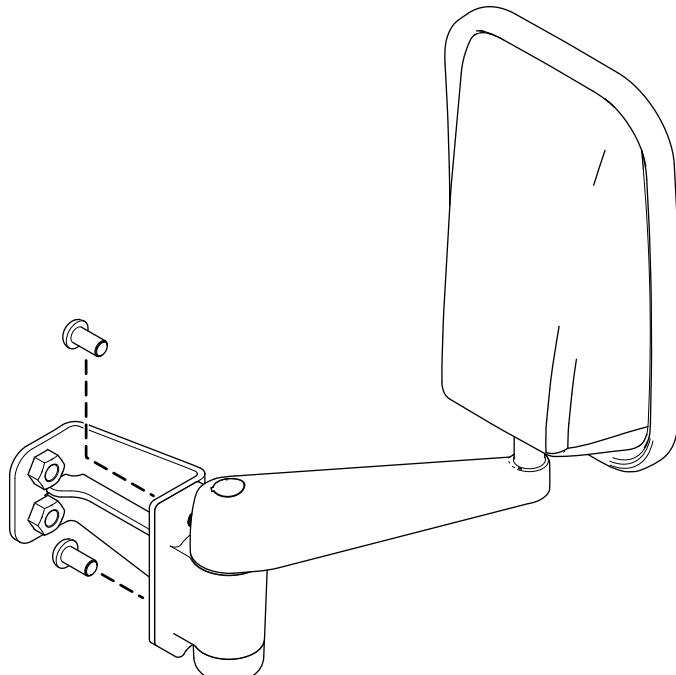

Figura 1
1. Fissate lo specchietto alla staffa dello specchietto utilizzando 2 viti a testa Torx (Figura 1).